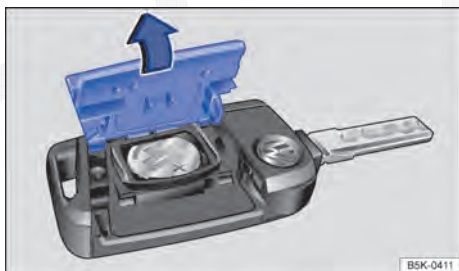

Fig. 26 Chave do veículo: abrir a cobertura do alojamento da bateria.
- Remover a cobertura no lado posterior da chave do veículo com um objeto adequado, por exemplo, uma moeda, ⇒ Fig. 26 no sentido da seta ⇒ ⚠.
- Posicionar a cobertura conforme indicado ⇒ Fig. 26 e pressionar no sentido contrário ao da seta sobre a carcaça da chave do veículo até encaixar.